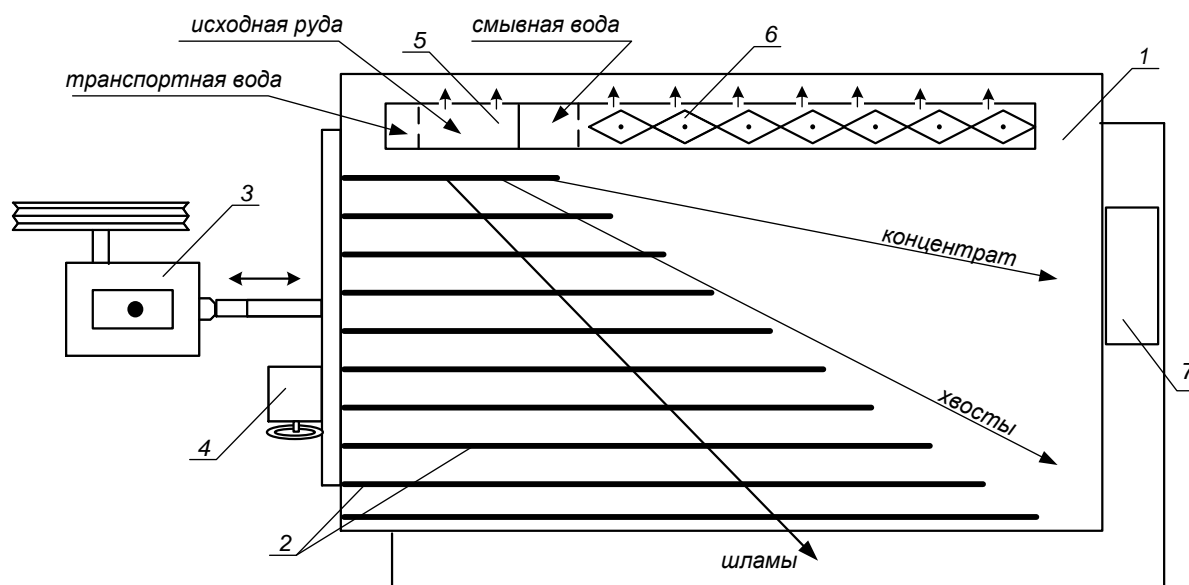

Рисунок 5.1 – Схема концентрационного стола
Стол (рисунок 5.1) состоит из деки 1 с рифлями 2, привода деки 3, механизма изменения угла наклона деки 4, питающего жёлоба 5, жёлоба для подачи смывной воды 6.
4. Настроить процесс разделения. Для этого в приёмный жёлоб загрузить несколько совков исходной руды, которая смывается водой на деку стола. Наблюдая за образованием веера частиц на деке стола, продолжать периодически загружать руду в приёмный жёлоб. Отрегулировать ширину и чёткость веера частиц изменением расхода смывной воды и изменением угла наклона деки с помощью штурвала механизма 4 (рисунок 5.1). При получении чёткого веера частиц на деке стола регулирование стола прекратить.